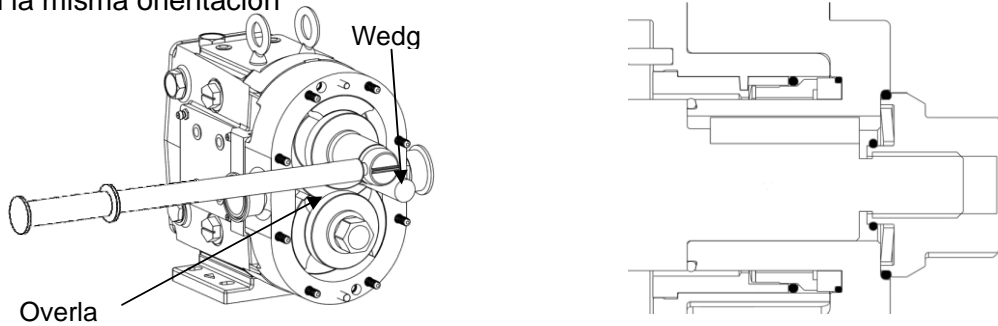

Figura 33: Ensamblaje Rotor
- 7) Enrosque la tuerca en el eje y apriétela con la llave adecuada y una cuña no metálica para mantener el rotor en su lugar (Figura 33). Consulte la página 23 para conocer los valores de torque de las tuercas del rotor. Oriente los rotores como se ve en la Figura 33 y apriete siempre el primer rotor colocado debajo de la superposición del rotor opuesto. Repita con el segundo rotor en la misma orientación